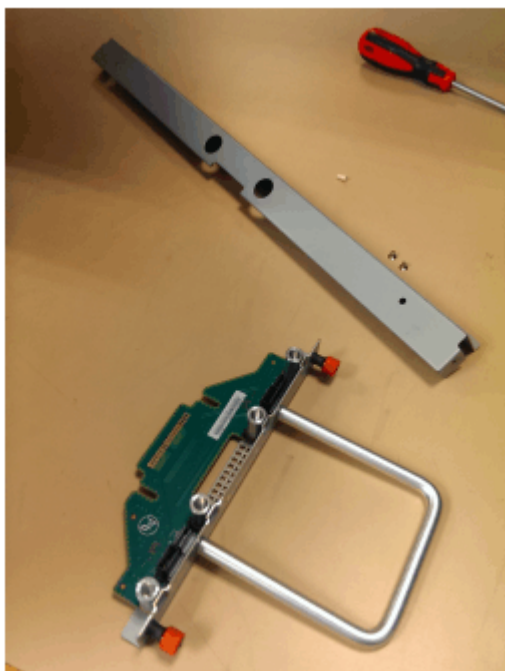

Figura 127. Peças da FIB removidas do chassi
4. Coloque a FIB (mostrado em Figura 127 na página 112) em um local seguro.